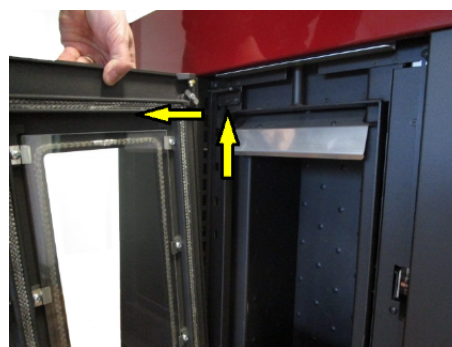

Fig. 21 - Retrait de la porte
- Lever la porte de façon à ce que les goujons de la porte sortent de l'étrier sur la structure (voir Fig. 21).